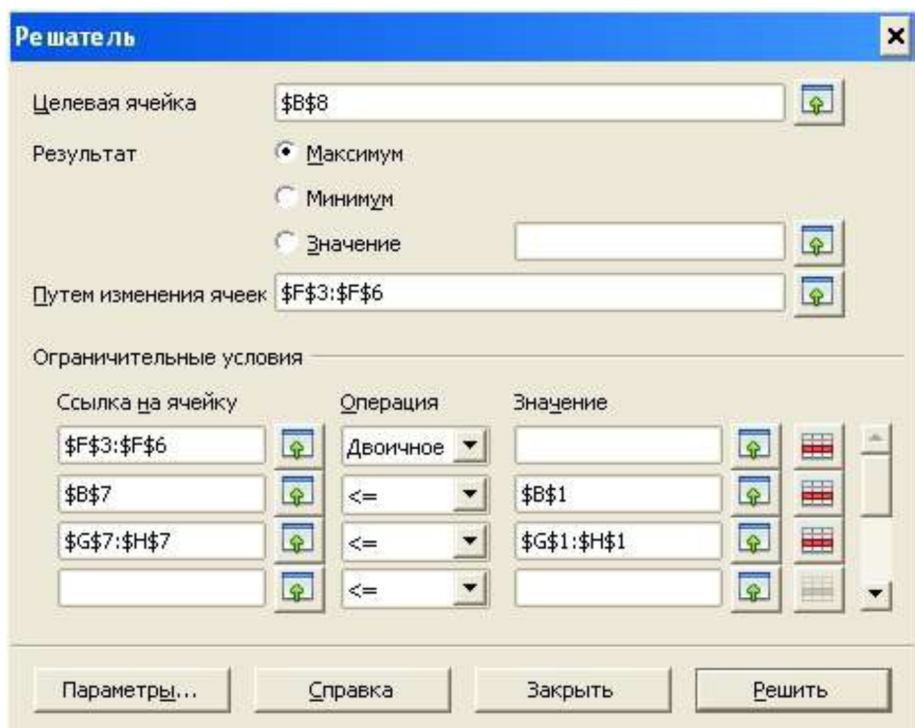

Рисунок 23 — Параметры поиска решения
6. С помощью инструмента «Поиск решения» задаем целевую ячейку (т. е. ячейку «Прибыль проекта») и ограничения, соответствующие формулам (44) и (46) (рисунок 23).